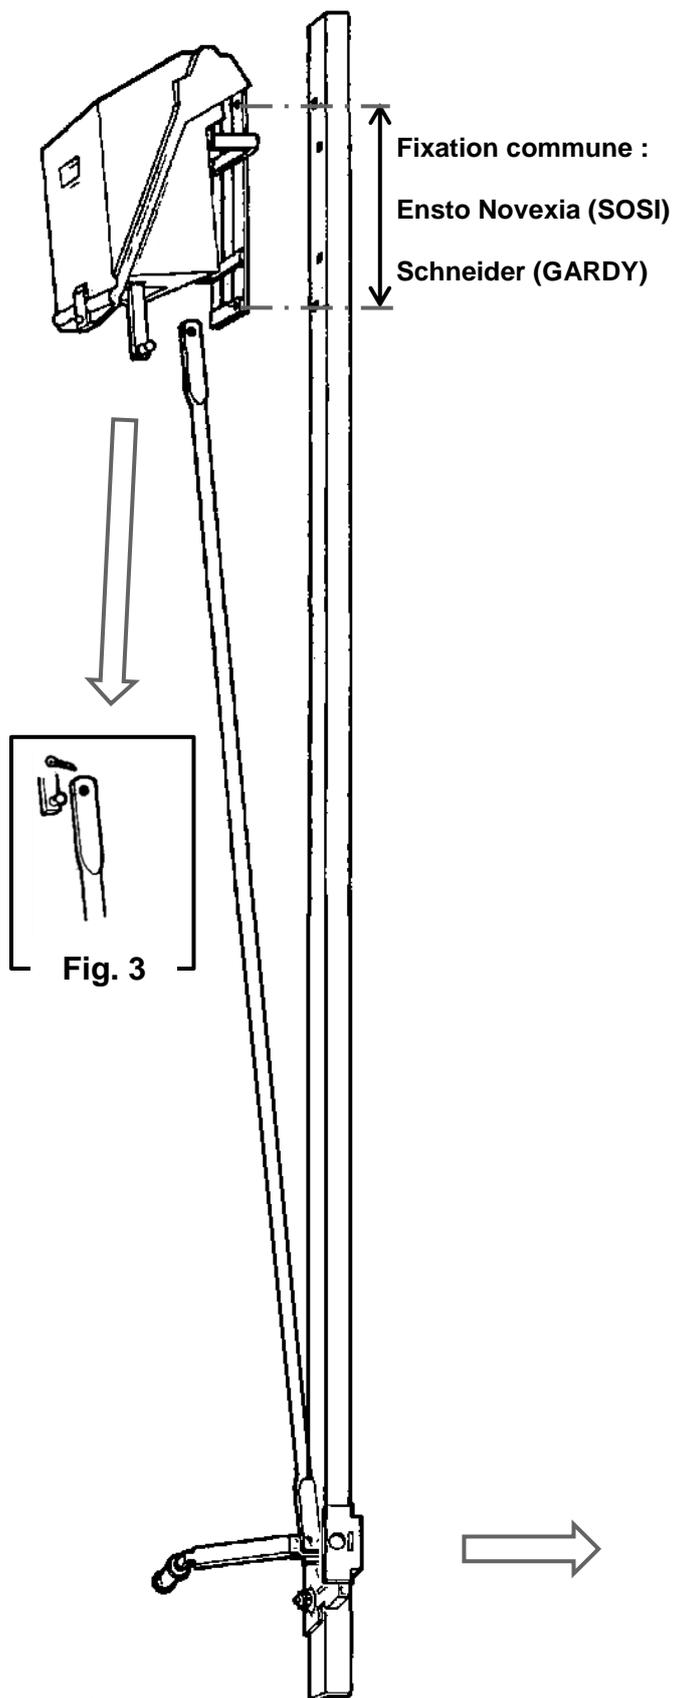

Fig. 1
- Fixer le coffret sur la cornière support avec deux vis inox à collet carré 6 x 20 (Fig. 1)